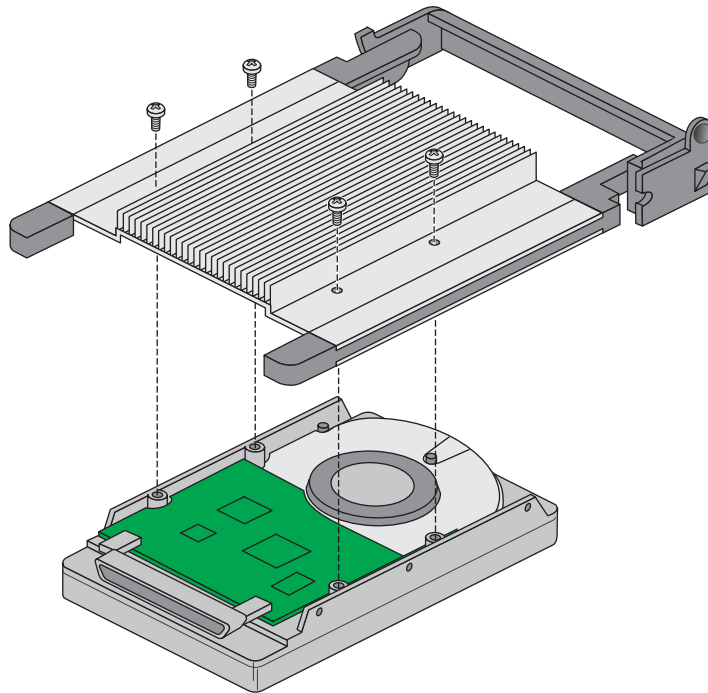

Figure 5-1 Montage de l'assemblage berceau / radiateur sur le disque dur
3. Orientez le disque dur de manière que son connecteur soit du côté de sa surface supérieure, et placez l'assemblage du berceau plastique et du radiateur par-dessus (Figure 5-1).